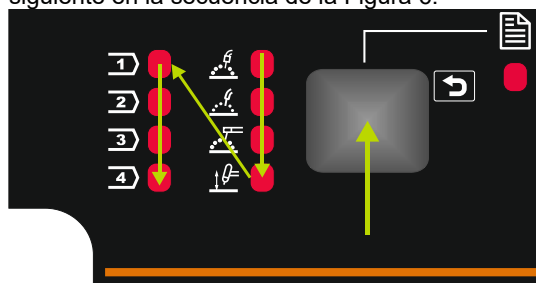

Figura 6
- Pulse otra vez el botón izquierdo [30] y el indicador del programa de soldadura [30 o 31] pasará al siguiente en la secuencia de la Figura 6.